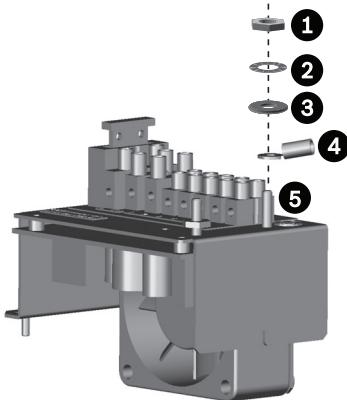

図 5.7 アース（接地）
- アース（ 接地 ）を接続します：付属のターミナルラグは、PCB ブラケットアセンブリのアース（ 接地 ）と外部のアース（ 接地 ）を接続するためのものです。図 5.7 を参照してください。
- 図 5.7 の順に外した各パーツを取り付けます。